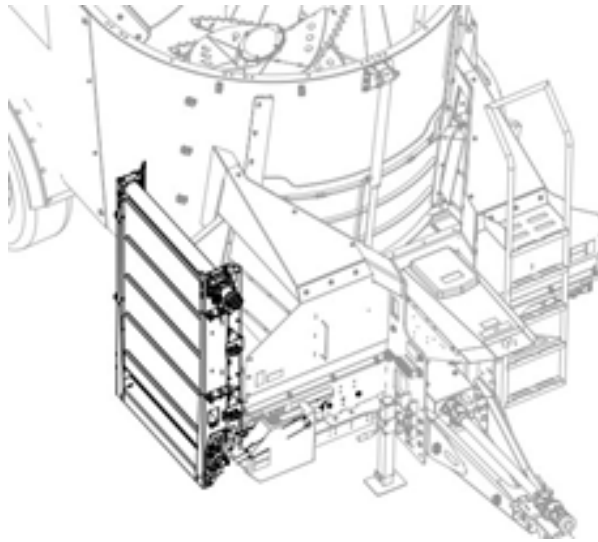

Figure 8 — Position de transport du convoyeur incliné
- Si votre machine est équipée d'un convoyeur incliné, vérifiez qu'il est en position de transport (Figure 8).